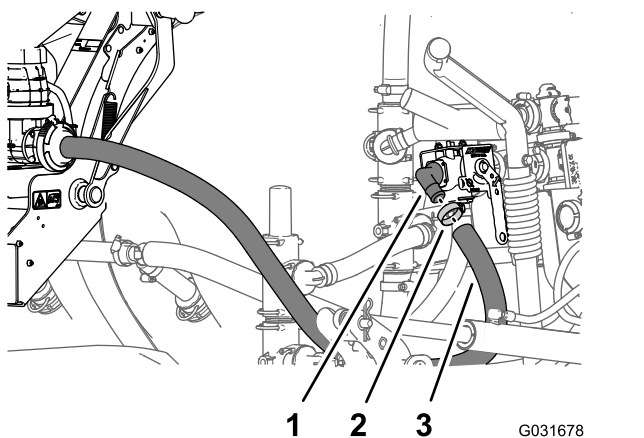

Figura 227
1. Allineate l'estremità libera del flessibile di alimentazione del nebulizzatore al raccordo dentellato a 90° della valvola di intercettazione del fluido e montate il flessibile sopra il raccordo (Figura 227).